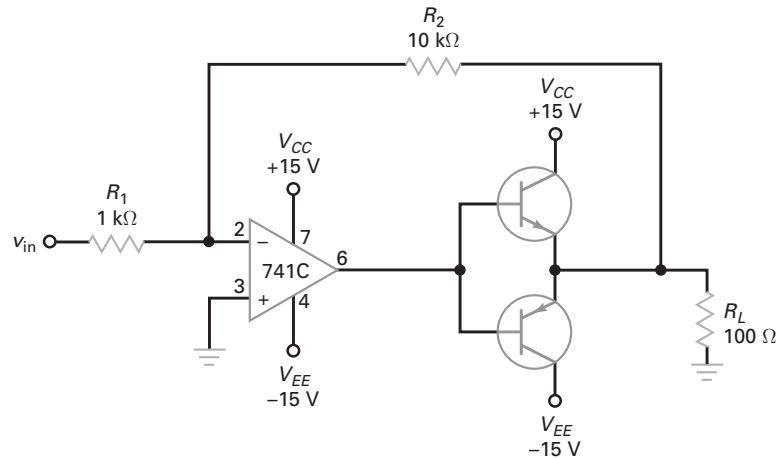

Figura 18-41
- 18-30** Qual o ganho de tensão na Figura 18-41? Se os transistores têm um ganho de corrente de 125, qual a corrente de saída em curto-circuito?
18-43 Os transistores da Figura 18-41 têm $\beta_{CC} = 50$. Se a tensão de entrada for $0,5 \text{ V}$, qual a corrente de base no transistor em condução?